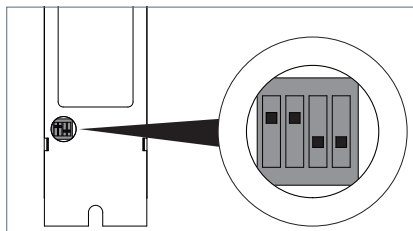

Fig. 31: Posizione dell'interruttore DIP per la funzione Advanced Group Control.
- ▶ Mettere gli interruttori DIP n. 1 e 2 sulla posizione "ON", vedi Fig. 31.